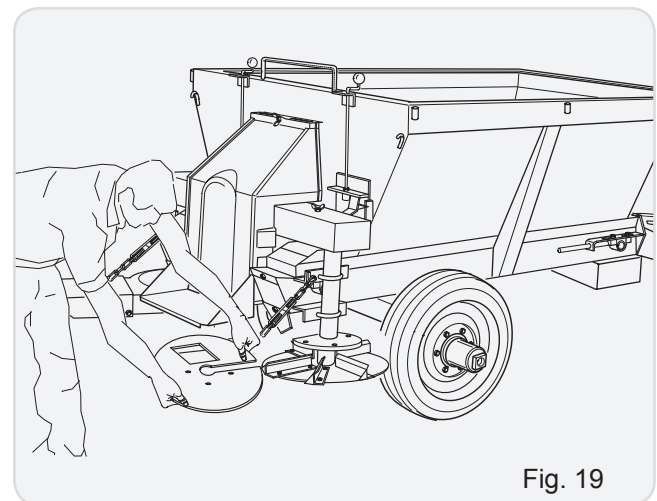

Fig. 19
Em seguida retira-se o suporte chapéu (fig 19)
- Retire os 4 parafusos, faça conforme a fig. 19.